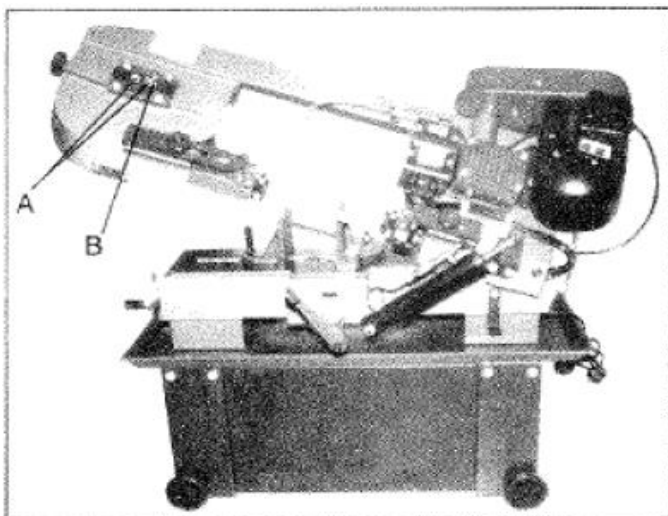

Рис. 13
5. Открыть винты (А на рис. 13).